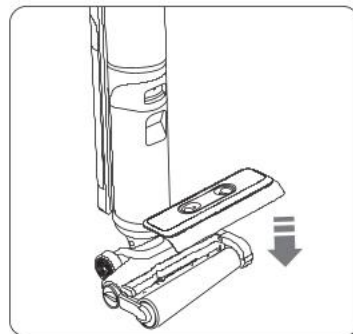

Abbildung 3
3. Nach der Reinigung die Bürstenwalzenabdeckung wieder einsetzen. (Abb. 3)